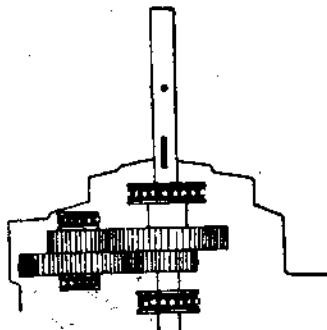

Рис. 55. Передача
Передаточный механизм шестереночного типа состоит из одной бакелитовой и трех стальных шестерен (1) разных диаметров, причем сцепление шестерен подобрано так, что вал шпинделя получает нужные 570 оборотов. Передача осуществлена путем сцепления шестерни вала двигателя с остальными шестернями, сидящими на соответствующих полуосях и передающими вращательное движение от меньшей шестерни к большей, чем и достигается нужное число оборотов (рис. 55).